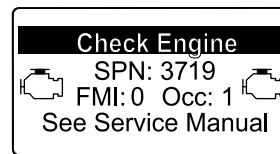

Figura 51
- Advertencia del motor SPN 3719, FMI 0 (Figura 51)